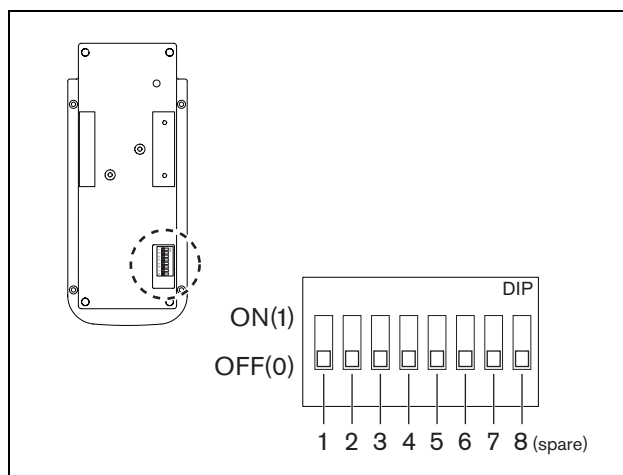

figura 4.2: DIP switch
Usare i DIP switch sul fondo della postazione annunci per impostare il suono di avviso, la funzione di annuncio vocale temporaneo o permanente, il filtro vocale e il guadagno del microfono. Vedere figura 4.2.
Vedere figura 4.2. I DIP switch numero 1, 2 e 3 sono usati per impostare il suono d'avviso.
Vedere figura 4.2. Il DIP switch numero 4 è usato per impostare la funzione di annuncio vocale temporaneo o permanente. 1 = permanente, 0 = temporaneo.
Vedere figura 4.2. Il DIP switch numero 5 è usato per attivare (ON (1)) o disattivare (OFF (0)) il filtro vocale.
Vedere figura 4.2. I DIP switches numero 6 e 7 sono usati per impostare il guadagno del microfono.